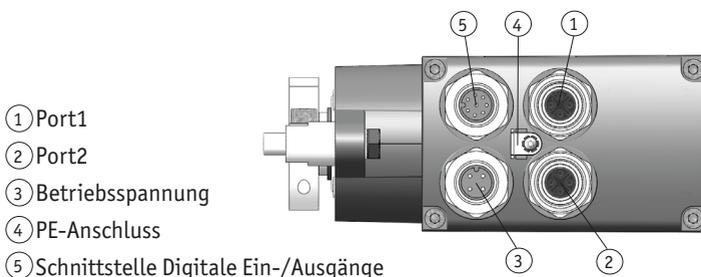
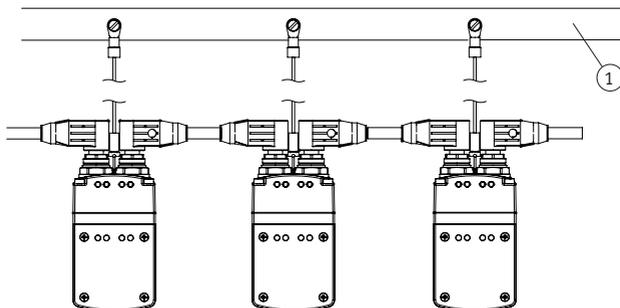

Abb. 7: Anschlussbelegung
Abb. 11: PE-Schiene
- ① Port1: Buchse 4 pol. M12 D-kodiert (Abb. 7).
- ② Port2: Buchse 4 pol. M12 D-kodiert (Abb. 7).
- ③ Betriebsspannung 4-pol. Stift M12 A-kodiert (Abb. 7).
- ⑤ Digitale Ein- / Ausgänge 8-pol. Stift M12 A-kodiert (Abb. 7).
Zum Schutz vor Störungen müssen die Schirme der Signalleitungen und Netzleitung beidseitig angeschlossen werden. Potentialunterschiede führen zu unzulässigen Strömen auf dem Schirm. Den PE Anschluss ④ zwischen den Anschlusssteckern auf das Schutzleiterpotential legen (Abb. 7). Verwenden Sie dazu 6,3 mm Flachstecker mit kurzer Litze 2,5... 4 mm² (nicht im Lieferumfang). Bei mehreren Stellantrieben wird empfohlen die Erdung auf eine PE-Schiene ① anzuschließen (Abb. 11).